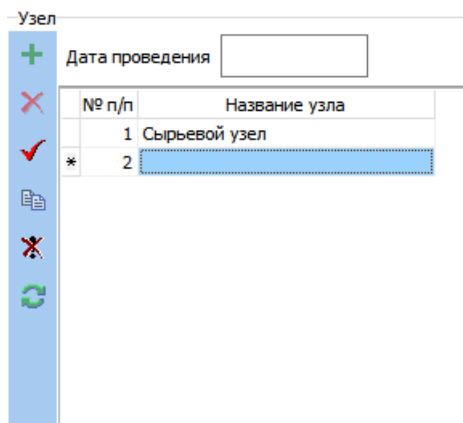
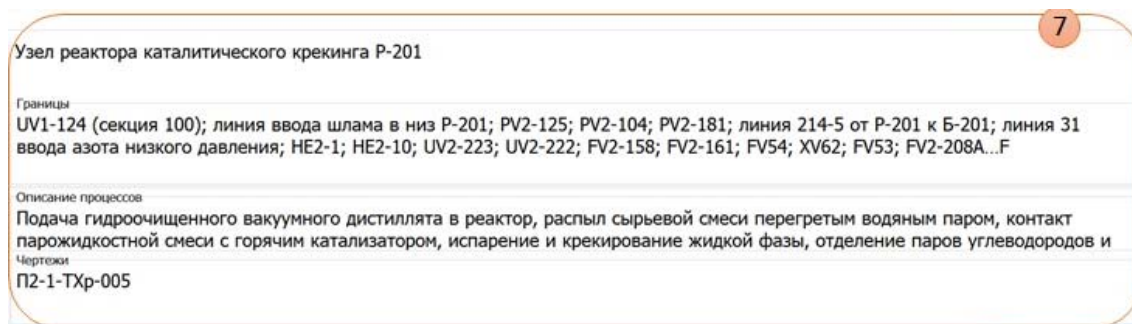

Рисунок 3.10 – Панель «Узел» в главном окне ПК «ТБ-HAZOP+SIL 2.0»
Рисунок 3.12 – Панель «Титульный лист узла HAZOP»
Для выбора узла в панели «Узел» в главном окне ПК «ТБ-HAZOP+SIL 2.0» (см. рисунок 3.10) щелкните левой кнопкой мыши по узлу HAZOP, для которого необходимо внести изменения.
В списке узлов появляется новая запись, выделенная знаком «*» (см. рисунок 3.10). Новому узлу HAZOP автоматически назначается номер, который соответствует номеру записи в списке (например, на рисунке 3.10 номер нового узла – «2»).
Используя панель «Узел» в главном окне ПК «ТБ-HAZOP+SIL 2.0» (см. рисунок 3.10) можно изменить название (столбец «Название узла») или номер (столбец «№ п/п») узла HAZOP.
Для выбора узла используйте панель «Узел» в главном окне ПК «ТБ-HAZOP+SIL 2.0» (см. рисунок 3.10):
Работа с титульным листом узла HAZOP выполняется средствами панели «Титульный лист узла HAZOP», расположенная на вкладке « Параметры сессии » (см. позицию 7 на рисунке 2.6 и рисунок 3.12). Непосредственный доступ к титульному листу соответствующего узла HAZOP выполняется через панель «Узел» в главном окне ПК «ТБ-HAZOP+SIL 2.0» (см. рисунок 3.10), с помощью которой выбирается узел HAZOP для которого требуется заполнить или изменить титульный лист.
1. Для изменения границ узла перейдите в поле «Границы узла» (см. рисунок 3.12) и внесите/измените описание границ узла. В качестве разделителя, между различными элементами описания, рекомендуется использовать знак «;»
2. Для изменения сведений о технологических процессах, протекающих в узле, перейдите в поле «Описание процессов» (см. рисунок 3.12) и внесите/измените краткое описание технологических процессов в узле HAZOP.
3. Для изменения сведений о схемах и чертежах, использованных при исследовании узла, перейдите в поле «Чертежи» (см. рисунок 3.12) и внесите/измените идентификационные данные использованных документов.
Непосредственный доступ к панели «Оборудования» выполняется через панель «Узел» (см. рисунок 3.10), с помощью которой выбирается узел HAZOP для которого требуется добавить или редактировать данные об оборудовании.
Непосредственный доступ к панели «Управляющие слова» выполняется через панель «Узел» в главном окне ПК «ТБ-NAZOP+SIL 2.0» (см. рисунок 3.10), с помощью которой выбирается узел HAZOP для которого требуется создать или изменить перечень управляющих слов.